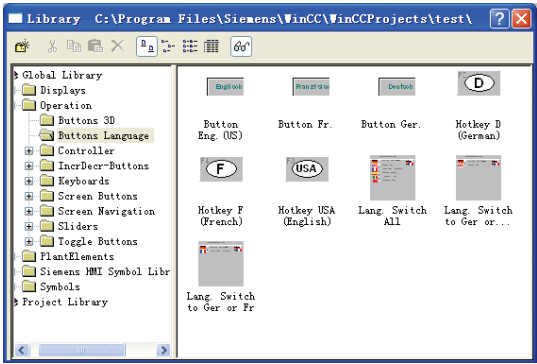

图 14-6 WinCC 库中语言切换按钮
- 3) 在两种或所有可用 WinCC 语言之间切换的单选按钮列表，将用于更改语言的 WinCC 对象从 WinCC 库（“Operation”组、“Buttons Language”子组）拖放到画面中，如图 14-6 所示。